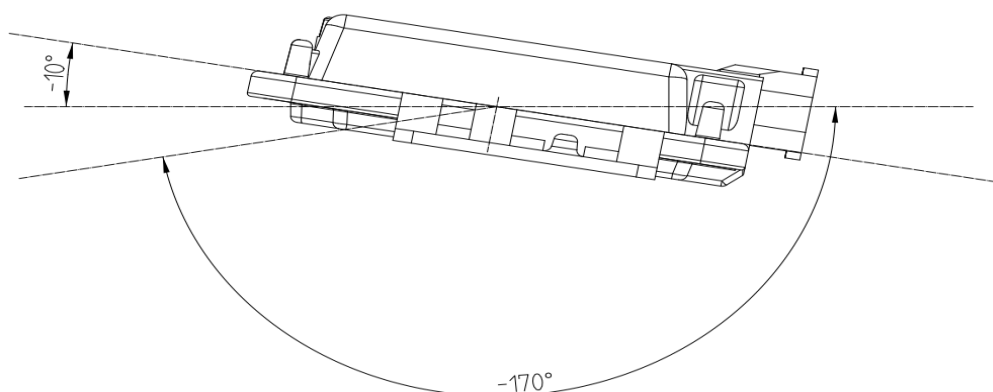
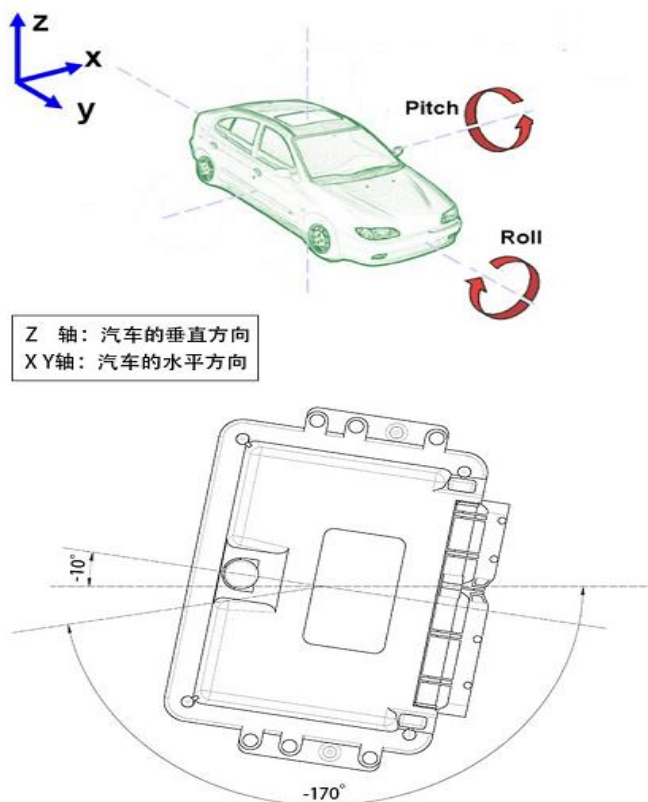

图 13 水平安装角度
图 14 竖直安装角度
- 8) VCU 安装时，接插件在水平和竖直方向上应保持向下一一定角度，以避免水从接插件流入。在水平方向上，建议安装角度为 -170° 至 -10° ，如图 13 所示。在竖直方向上，建议安装角度为 -170° 至 -10° ，如图 14 图 所示。